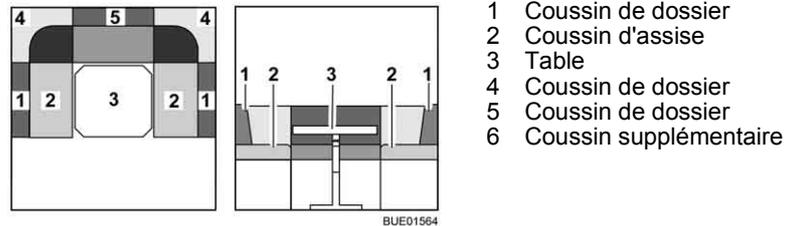

Fig. 104 Avant la transformation
- Convertir la table (Fig. 104,3) en sommier de lit (voir paragraphe 6.12).
- Retirer tous les coussins de dossier (Fig. 104,1, 4 et 5) et les placer de côté.